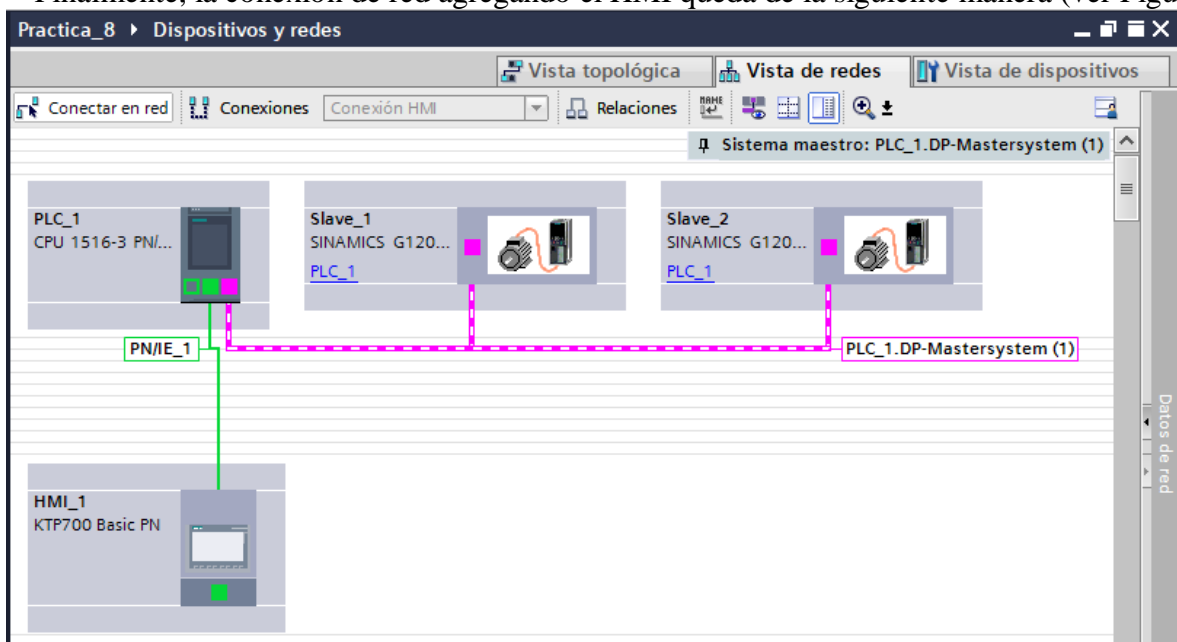

Figura 25. Conexión de la red.
- Finalmente, la conexión de red agregando el HMI queda de la siguiente manera (ver Figura 25).